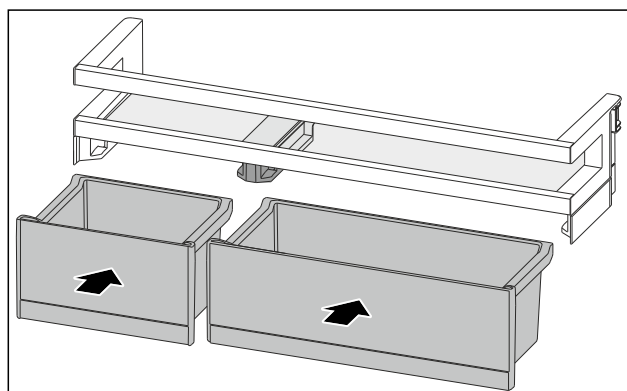

Fig. 89
- ▶ VarioBoxen in getauschter Anordnung einsetzen. (siehe Fig. 89)